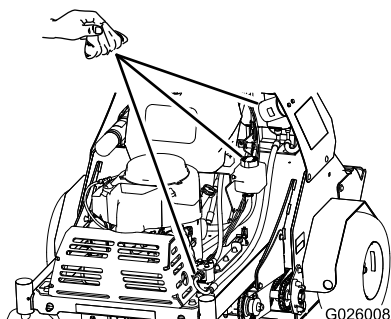

Figura 55
2. Limpie cuidadosamente la zona alrededor de la parte delantera de la bomba auxiliar, el tapón de llenado del depósito y el filtro (Figura 55).